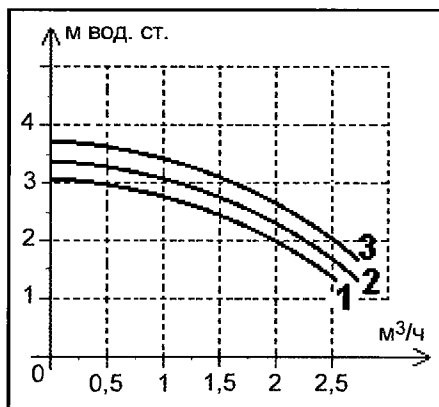

Рис. 98.64.
- 5) Насосы первичного (PP) и вторичного (PS) контуров абсолютно одинаковы и представляют собой модели с тремя скоростями (напорные характеристики насосов для трех значе- ний скорости представлены на рис. 98.64). В соответствии с напорными характеристиками подберите значения скоростей для насосов первичного (PP) и вторичного (PS) контуров.